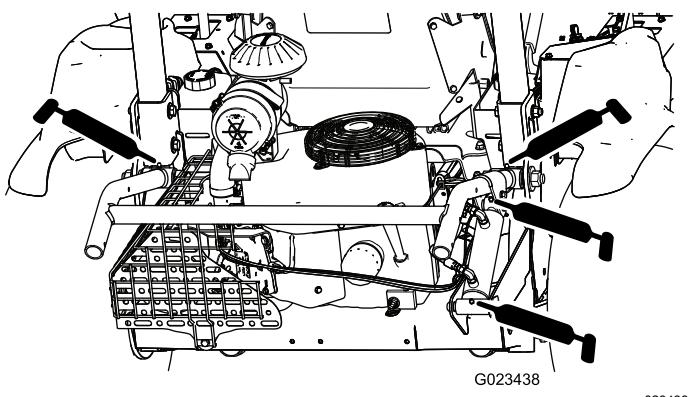

Figura 36
- Elevação do acessório (4)—Figura 36